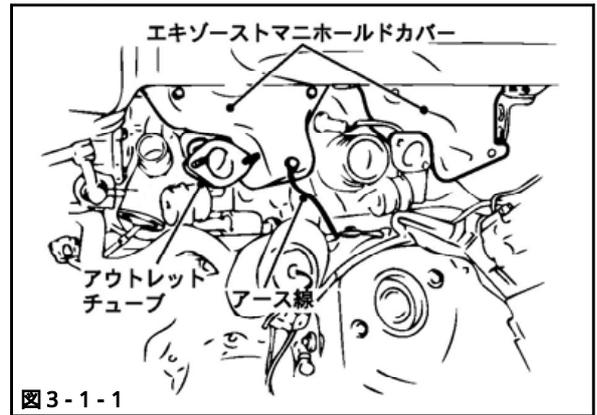

図3-1-1
(図3-1-1)
- (1) アウトレットチューブをフロントのターボチャージャー Assy に取付けてください。(図3-1-1)